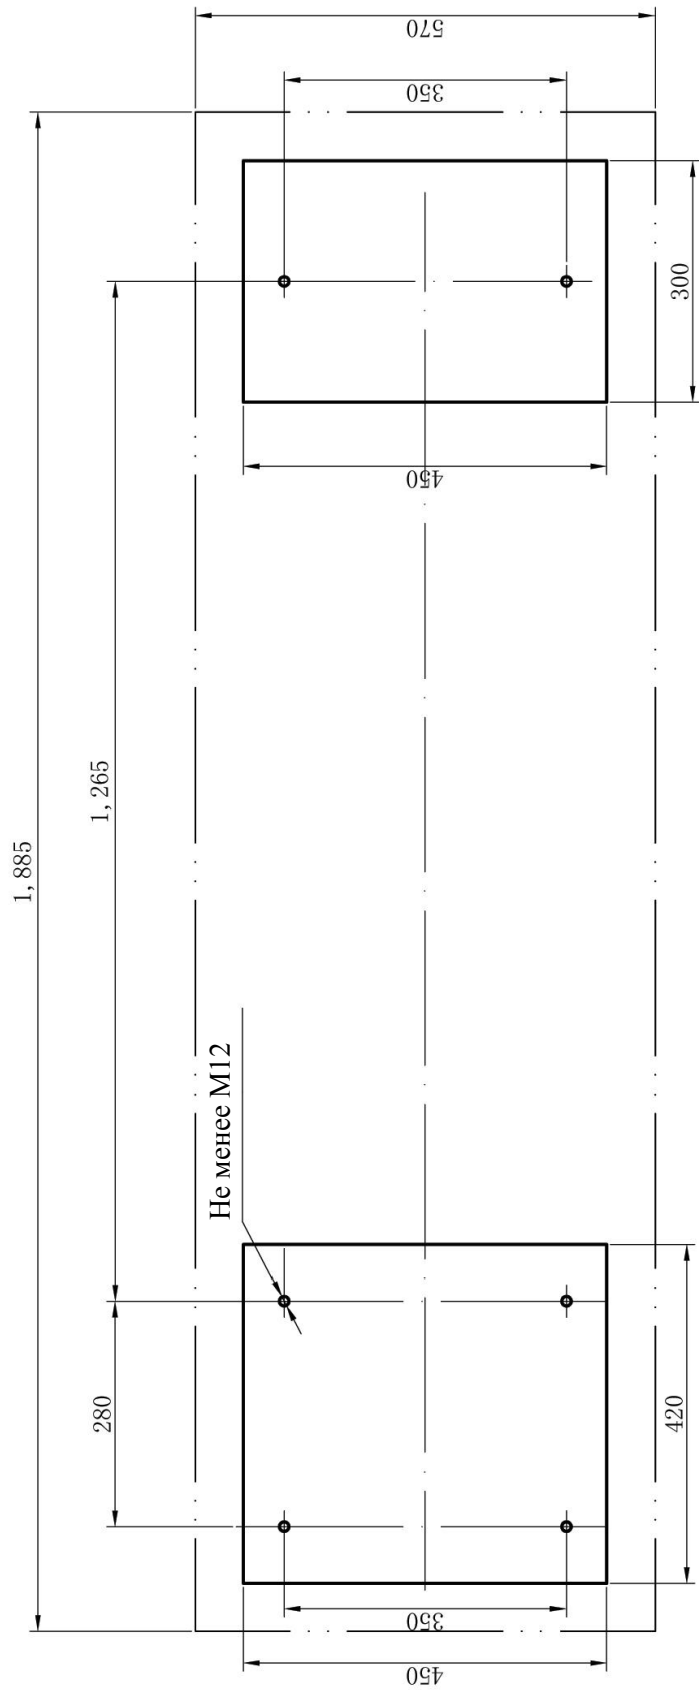

Рис. 3 Расположение винтов в фундаменте
3. Монтажные размеры станка показаны на Рис. 3. Стойки станка следует надежно закрепить на основании.